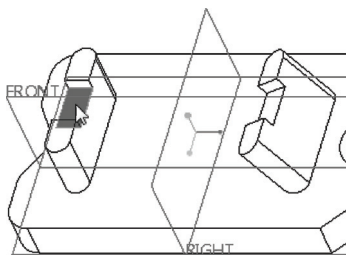
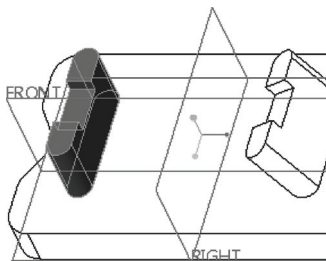

图 8-21 指定种子曲面
图 8-22 选择形成凸台的曲面
1) 选择过滤器下拉列表框的默认为“几何”, 在图形窗口中选择图 8-21 所示的曲面 (即指定种子曲面), 接着在“形状曲面选择”组中单击  (凸台) 按钮以选择形成凸台的曲面, 如图 8-22 所示。